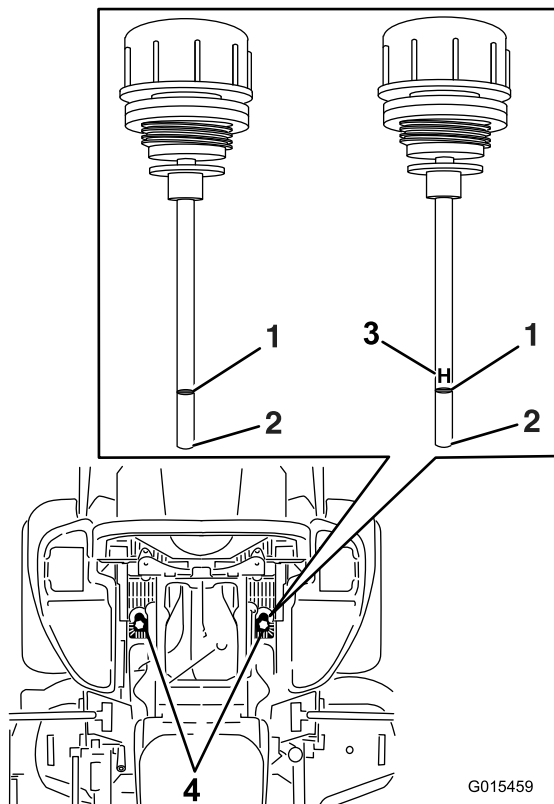

Figure 90
6. Nettoyez la surface autour des jauges des réservoirs du système hydraulique (Figure 90).
7. Sortez une jauge du réservoir hydraulique (Figure 90).
9. Ressortez la jauge et examinez son extrémité (Figure 90).
**Remarque:** Si le niveau d'huile est au repère minimum, versez lentement la quantité d'huile qui convient dans le réservoir hydraulique pour faire monter le niveau jusqu'au repère maximum (H).